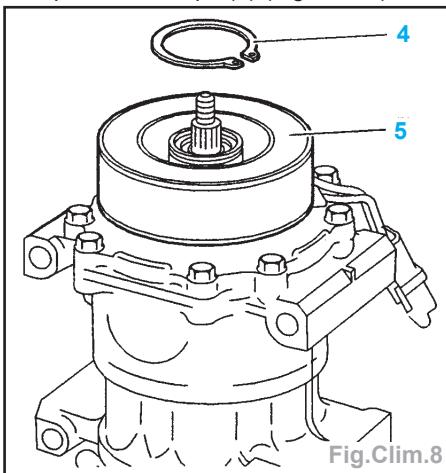

Fig.Clim.8
- Déposer le circlips (4) (Fig.Clim.8).